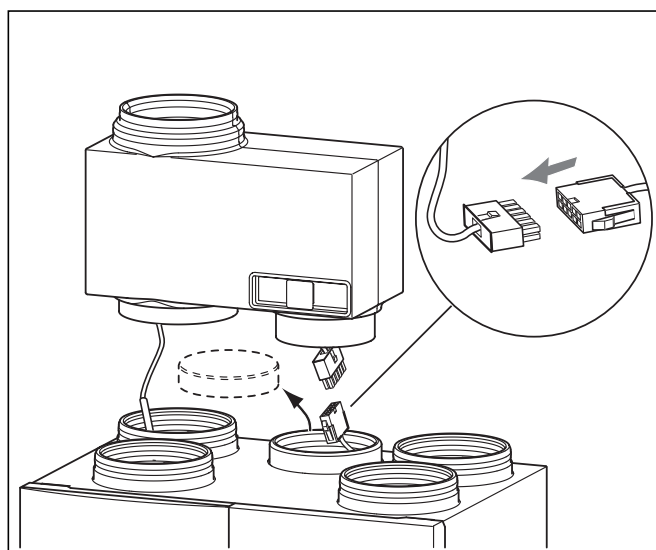

Abb. 4.8 Elektrischer Anschluss Bypass
- Entfernen Sie den Stopfen des mittleren Luftanschlusses, in dem Sie ihn von innen nach oben drücken (siehe Abbildung 4.8).
- Lösen Sie das Kabel mit der 10-poligen Steckleiste von der Gehäusewand und verbinden Sie den Stecker vom Bypass mit der Steckleiste (Abbildung 4.8).
- Schieben Sie den Bypass in bzw. über die beiden Außenluftanschlüsse des Geräts gemäß Abbildung 4.8. Achten Sie darauf, dass die Filtereinheit zu Ihnen gerichtet ist.